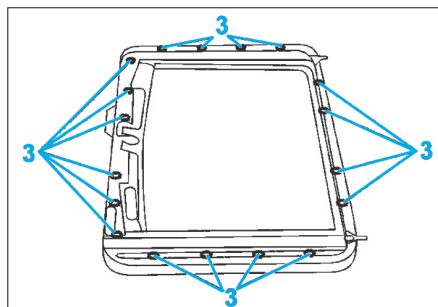

Fig. 55
- les vis de fixation (3) du cadre de toit ouvrant (Fig.55).